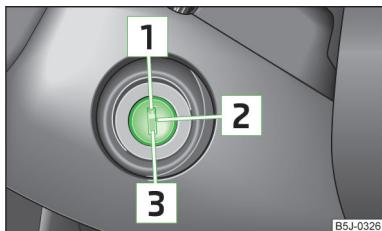

Abb. 90
- Während der Fahrt mit stehendem Motor muss der Zündschlüssel immer in der Stellung 2 » Abb. 90 auf Seite 97 (Zündung eingeschaltet) sein. Diese Stellung wird durch das Aufleuchten von Kontrollleuchten angezeigt. Wenn das nicht der Fall ist, könnte es unerwartet zur Verriegelung der Lenkung kommen - es besteht Unfallgefahr!
Wenn die **Lenkung gesperrt ist** und der Schlüssel sich nicht oder nur schwer in die Position **2** » Abb. 90 drehen lässt, dann ist das Lenkrad etwas hin und her zu bewegen - die Lenkungsverriegelung wird dadurch entriegelt.
- » Das Kupplungspedal ganz durchtreten, die Zündung einschalten **2** » Abb. 90 auf Seite 97 und starten **3** - kein Gas geben. Das Kupplungspedal durchgetreten halten, bis der Motor anspringt.
» Abb. 90 auf Seite 97.